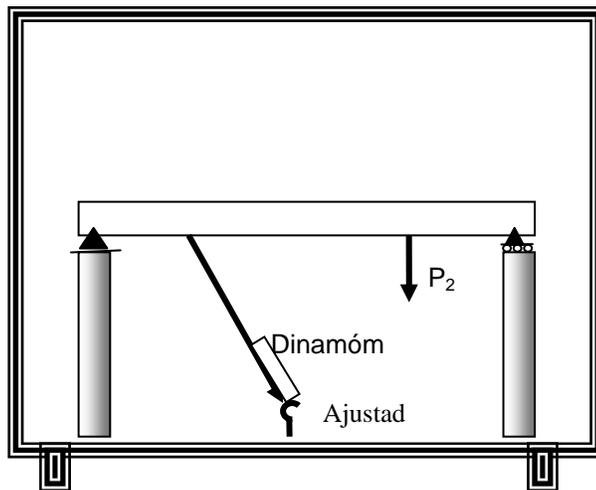

Fig. 1. En esta figura se muestra el esquema del arreglo que se debe hacer en esta práctica. Los rectángulos representan a los dinamómetros.
Las vigas pueden estar sujetas a cargas concentradas y/o a cargas distribuidas. Una viga está sujeta a **cargas concentradas** si las cargas se aplican sobre la viga en un punto. En la Fig. 1 se muestra un esquema de una viga con cargas puntuales o concentradas.
1. Armar la viga con las fuerzas como se indica en la Fig. 1.